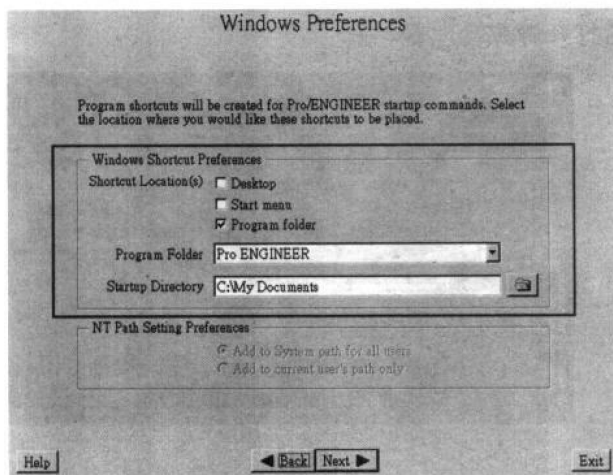

图1-13
(3) 按照屏幕上的指示输入文件群组的名称与相关数据(如图1-13所示)。